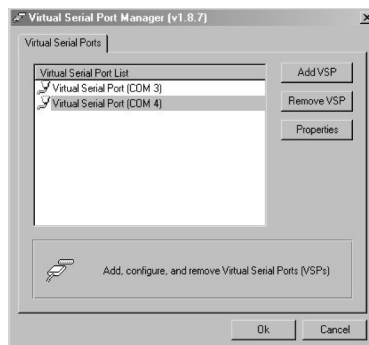

Рис. 12. Окно программы *Virtual Serial Port Manager* с двумя виртуальными последовательными портами (COM3 и COM4)
4. Для каждого локального порта **VS-311H** можно создать свой виртуальный последовательный порт (рис. 12).